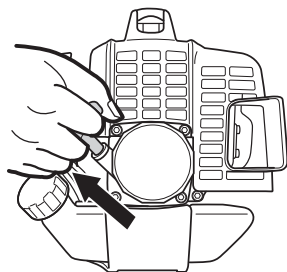

Fig. 11
- (4) Tirez vivement sur la corde du lanceur en accompagnant son retour, sans relâcher brusquement la poignée. (Fig. 11)
(6) Puis tirez à nouveau d'un coup sec sur le démarreur à lanceur. (Fig. 11)